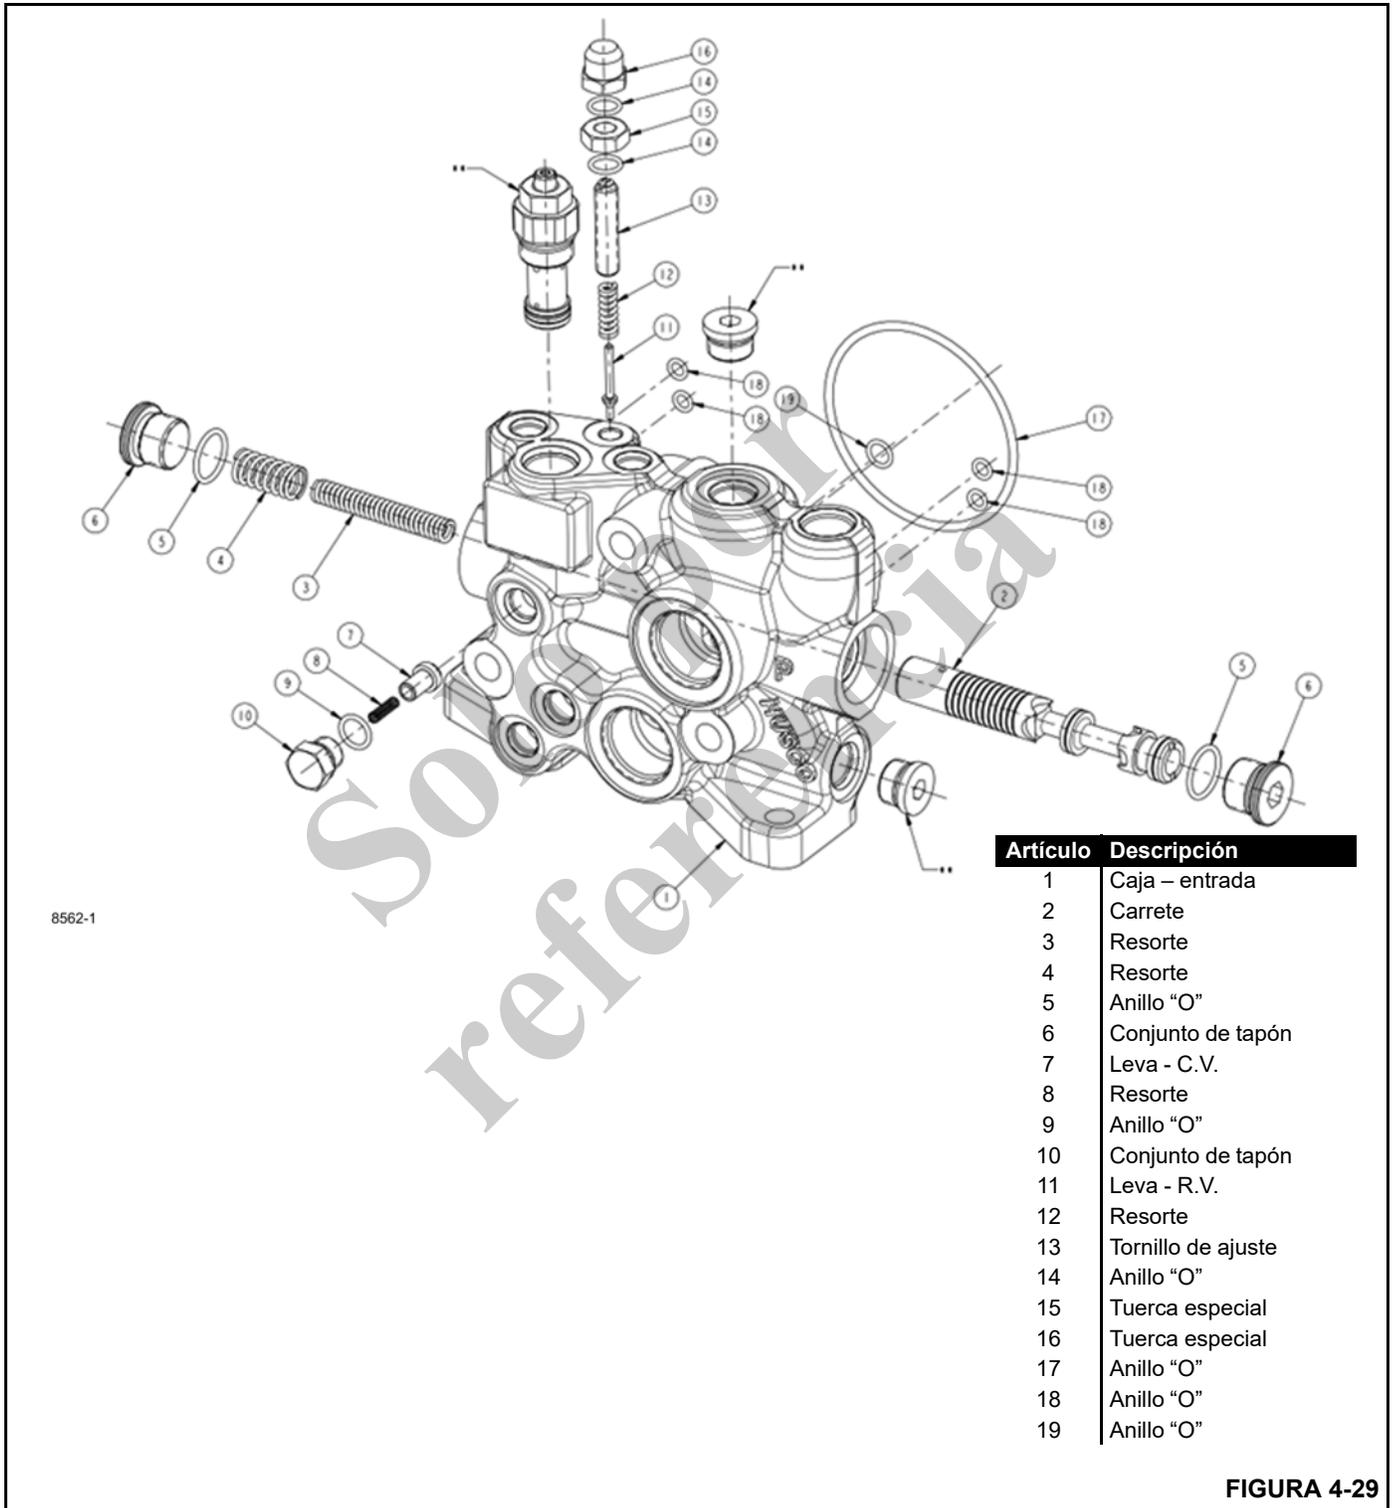

FIGURA 4-29
2. Coloque la válvula con la sección de salida (6, Figura 4-29) orientada hacia arriba.
1. Retire el tapón (6, Figura 4-29) y los resortes 4 y 3.